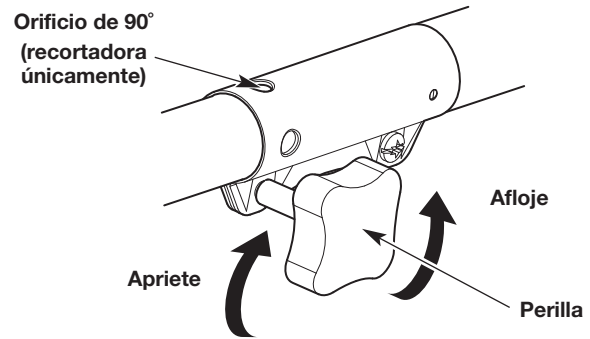

Fig. 4
3. Gire la perilla en el sentido contrario a las agujas del reloj para aflojar el acoplador (Fig. 4).
6. Gire la perilla en el sentido de las agujas del reloj para apretar el acoplador (Fig. 4).
**NOTA:** Para un reborde decorativo con un accesorio de recorte, trabe el botón de liberación en el orificio de 90° (Fig. 4).
2. Gire la perilla en el sentido contrario a las agujas del reloj para aflojar el acoplador (Fig. 4).